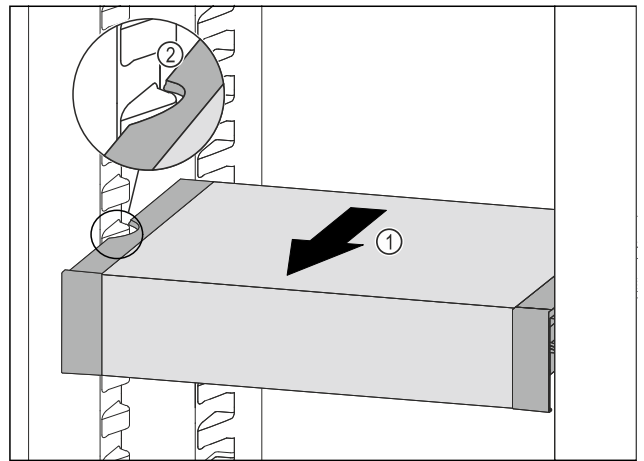

Fig. 124
- ▶ VarioSafe nach vorne ziehen Fig. 124 (1), bis sich die seitlichen Aussparungen des VarioSafes auf Höhe der Behälterrippe im Kühlteil befinden. Fig. 124 (2)